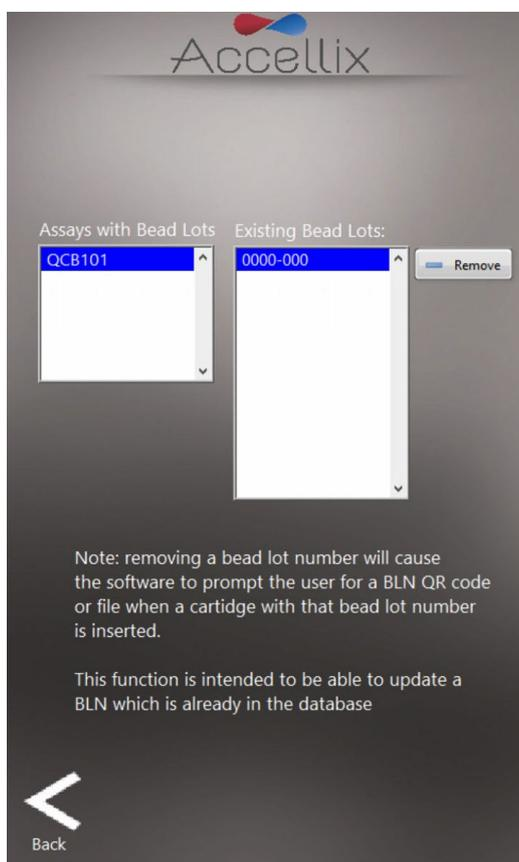

图 22: 微球批次 ID 屏幕
**Edit Bead File IDs** (编辑微球文件 ID) 功能窗口显示使用这些文件的所有测定的所有可用微球批次文件列表 (图 22)。目前, 仅 QC 测定 (Q1001-1L) 使用微球批次。微球批次文件包含微球批号 (BLN)。对于需要此功能的测定, 文件包含用于分析这些测定的校准值。这些数值因批次而异。